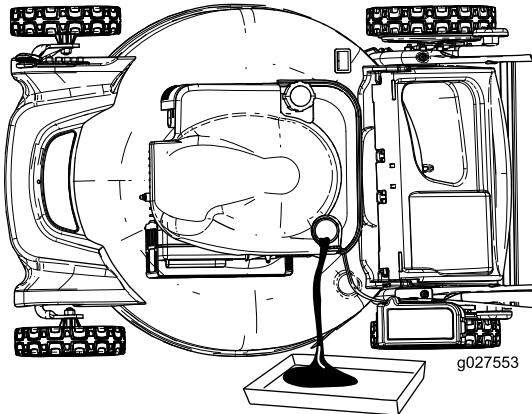

Bild 24
7. Kippen Sie die Maschine zur Seite, der Einfüllstutzen zeigt nach unten, um das Altöl über den Einfüllstutzen in eine Auffangwanne abzulassen (Bild 24).